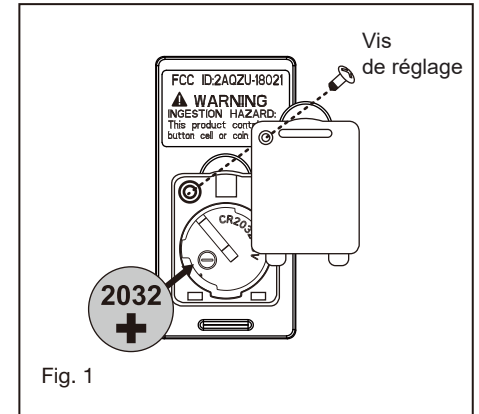

Fig. 1
- 1 Sélectionnez un emplacement souhaité. Utilisez la plaque murale pour marquer l'emplacement des trous de montage. Des chevilles murales en plastique ou des vis de montage sont nécessaires pour cette application. (Fig. 1)
Retirez le panneau de l'émetteur, puis installez une pile 2032 (incluse). Vous devez utiliser un tournevis pour ouvrir ou fermer le couvercle de la batterie. Pour éviter d'endommager l'émetteur, retirez la batterie s'il n'est pas utilisé pendant de longues périodes (Fig. 1).